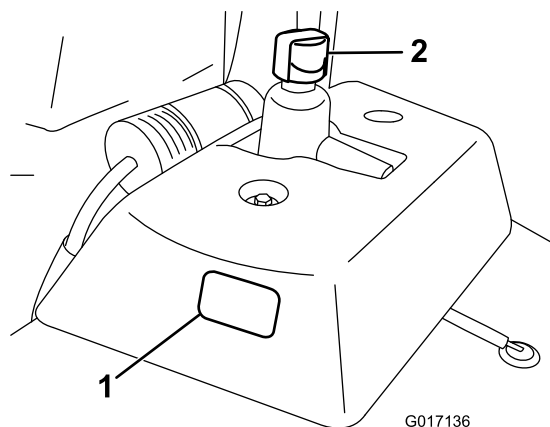

Figura 22
2. Compruebe el nivel de aceite observando la mirilla situada en el lado del depósito de aceite auxiliar (Figura 22).